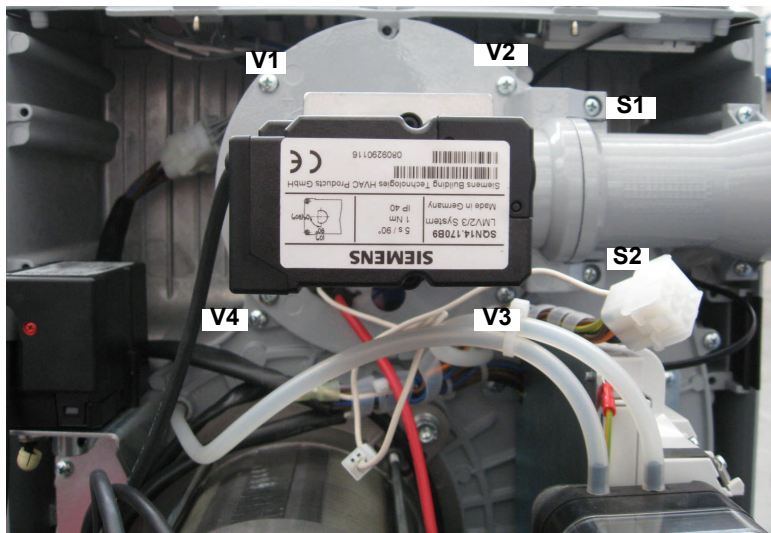

Fig. 31
- Desmonte, controle y limpie el cabezal de combustión (véase Fig. 31 y siguientes)
1 Quite los 4 tornillos V1, V2, V3, V4 y el par de tornillos S1 y S2 (Fig. 31).